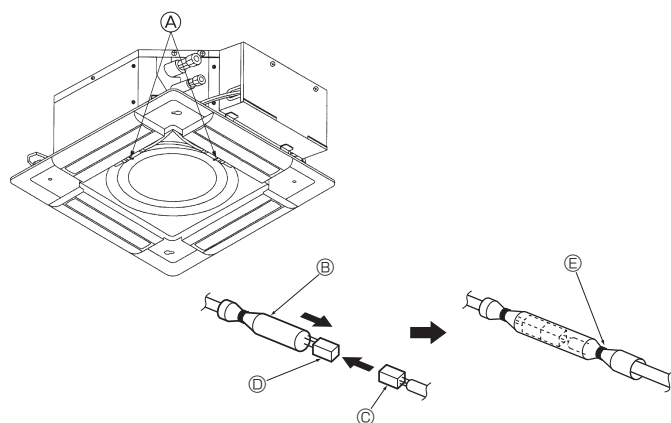

Fig. 7-8
7.3.4. Conexión de cables (Fig. 7-8)